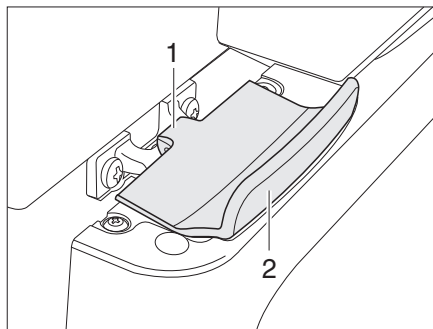

Fig. 133 Bloccaggio della porta del frigorifero, chiuso (Thetford)
- Aprire la porta del frigorifero tirando la maniglia (Fig. 133,2). Il bloccaggio (Fig. 133,1) si sblocca automaticamente.